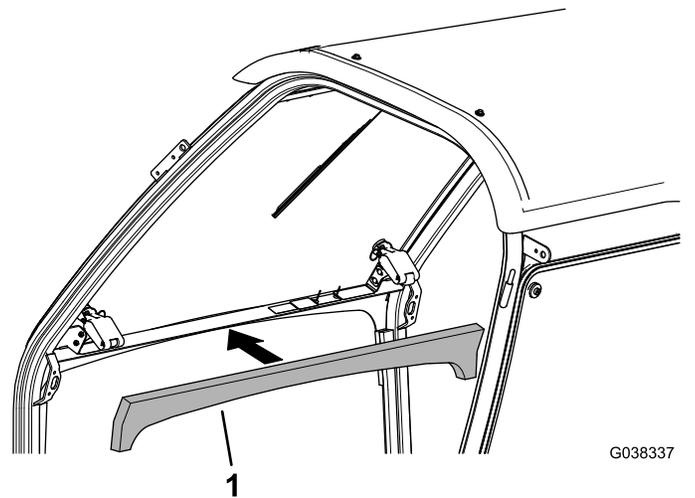

Figure 10
3. **Si ce n'est déjà fait**, installez le joint mousse avant (Figure 10).